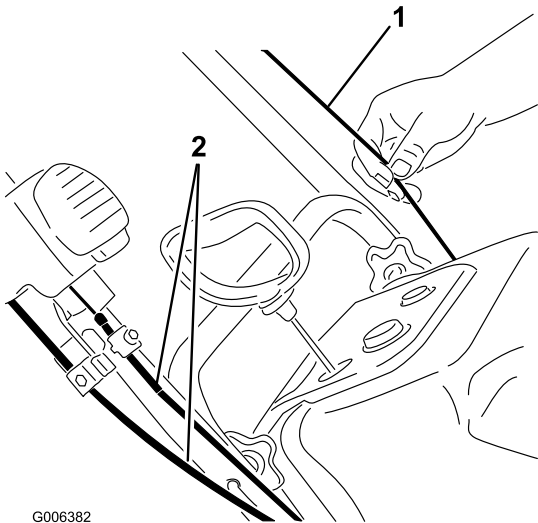

Figure 6
**Important:** Veillez à ne pas pincer ou plier le câble de commande ni les câbles Quick Shoot™ (Figure 6).